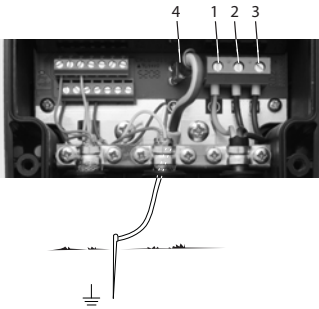

Рис. 4 Электрическое соединение и заземление
*Если в питающем кабеле интерфейса отсутствует провод заземления, необходимо выполнить отдельное заземление через внутреннюю клемму заземления. Смотрите рис. 4, поз. 4.*
2. Подсоединить питающий кабель к интерфейсу (рис. 4, поз. 1, 2 и 3).
3. Если в питающем кабеле отсутствует провод заземления, необходимо подсоединить внешнее заземление (поз. 4, рис. 4). Перед тем как подключать питающий кабель/провод заземления, ослабить зажим заземления.